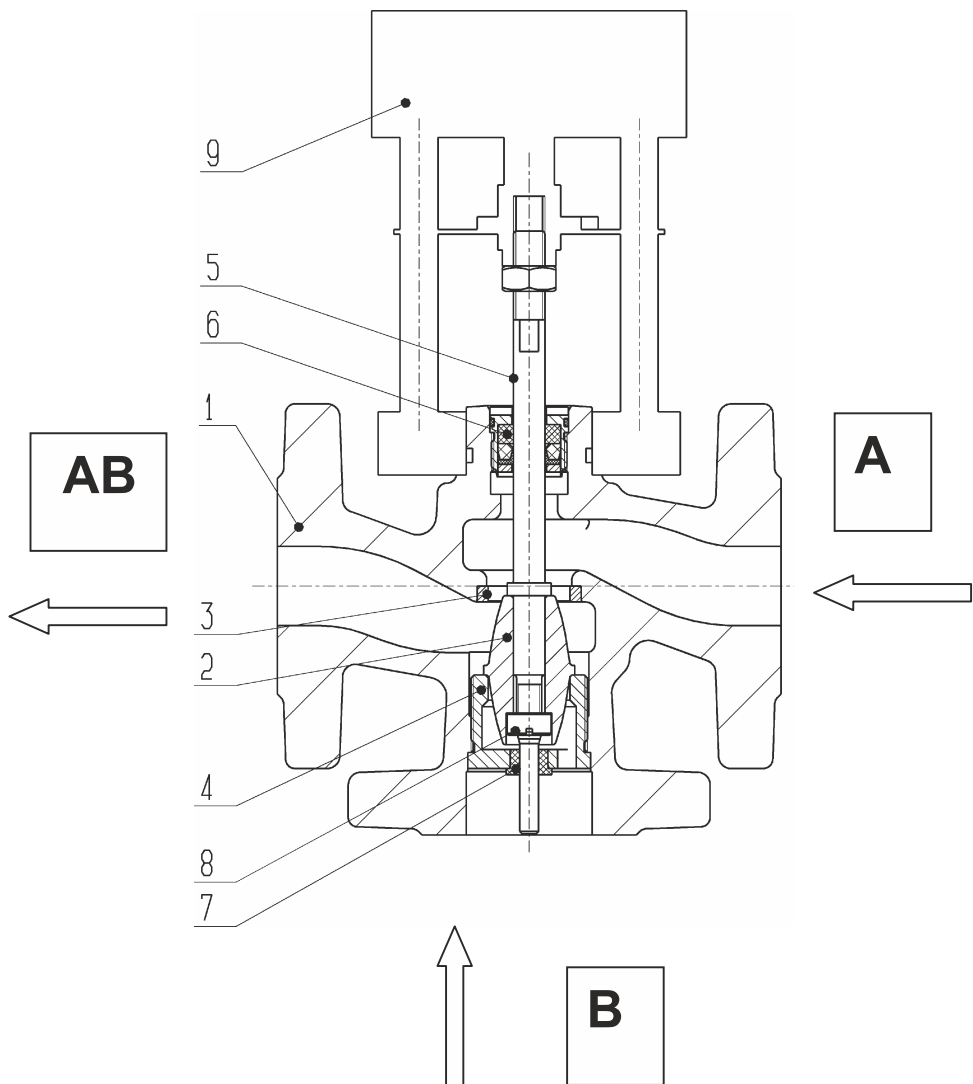

Рис.1 Схема клапанов КССР
3.1.1 Клапан (см. рис. 1) включает следующие основные узлы и детали:
3.1.2 Клапан комплектуется ЭИМ 9 (на рис. 1 изображен условно).
7.2. Разборку клапана (см. рис. 1) производить в следующем порядке:
- отключить электропитание, отсоединить ЭИМ(9) и провод заземления ЭИМ;
- демонтировать ЭИМ (9) с клапана (порядок монтажа и демонтажа соответствующего ЭИМ смотри в приложении);
- вывернуть уплотнение штока (6) и аккуратно снять его со штока (5);
- вывести из корпуса шток (5) с закрепленным на нем плунжером (2),
- отвернуть гайку плунжера (9), снять со штока (5) плунжер (2);